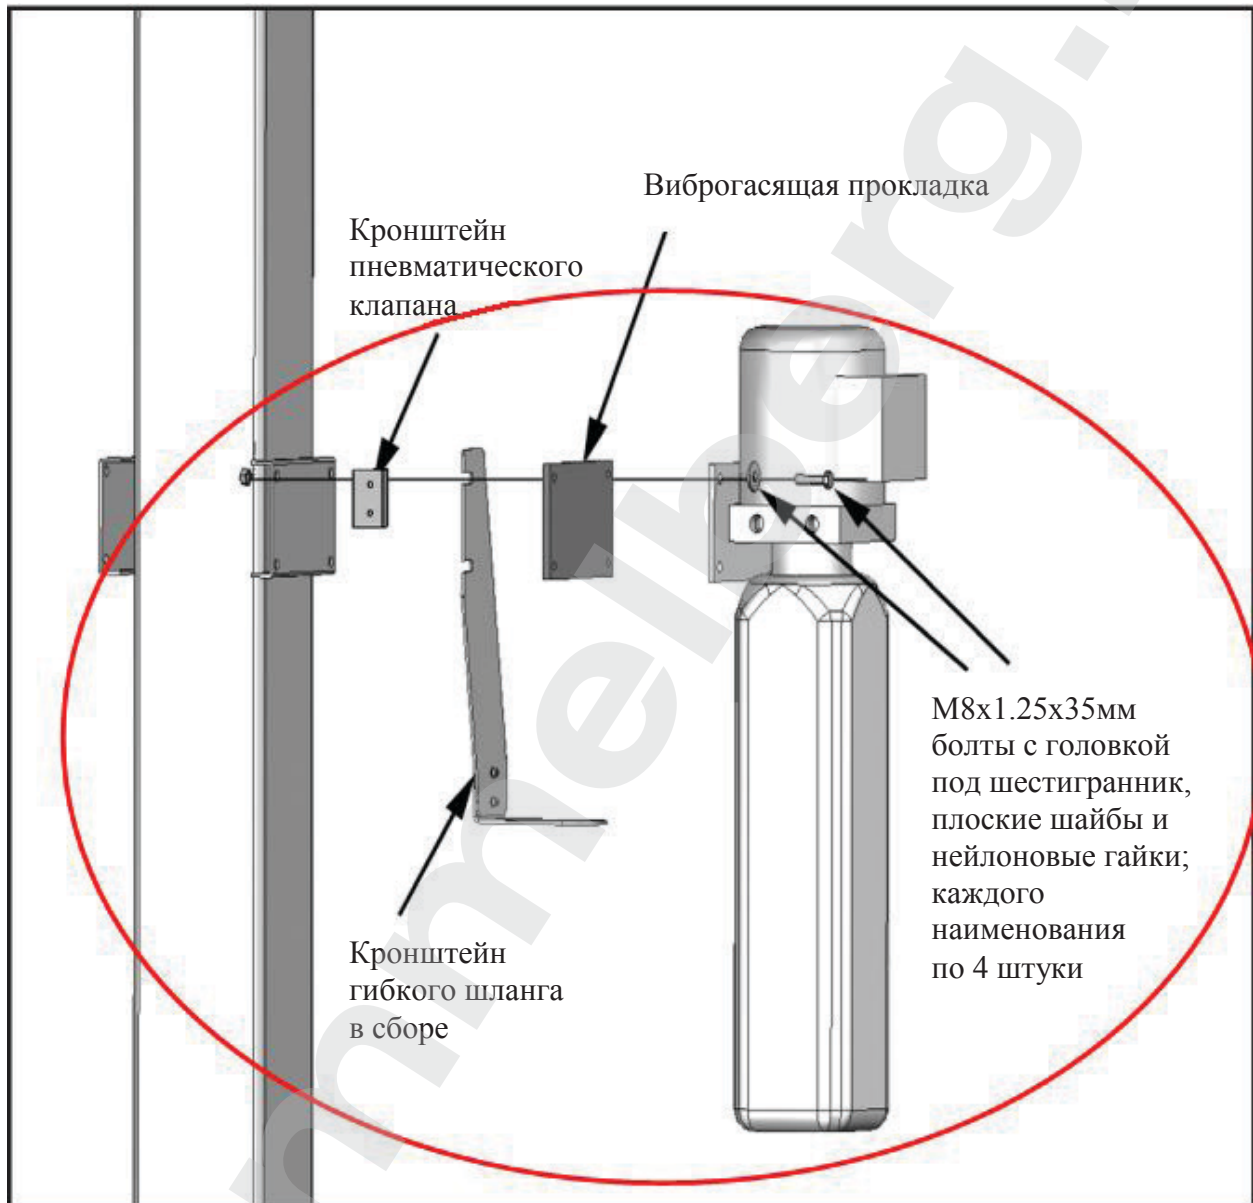

Рис. 9.1
1. Закрепите гидроагрегат на кронштейн, используя болты М8 с головкой под шестигранник и нейлоновые гайки. Залейте необходимое количество (прим. 4 л.) рекомендованной гидравлической жидкости HW-32 (см. рис. 9.1).